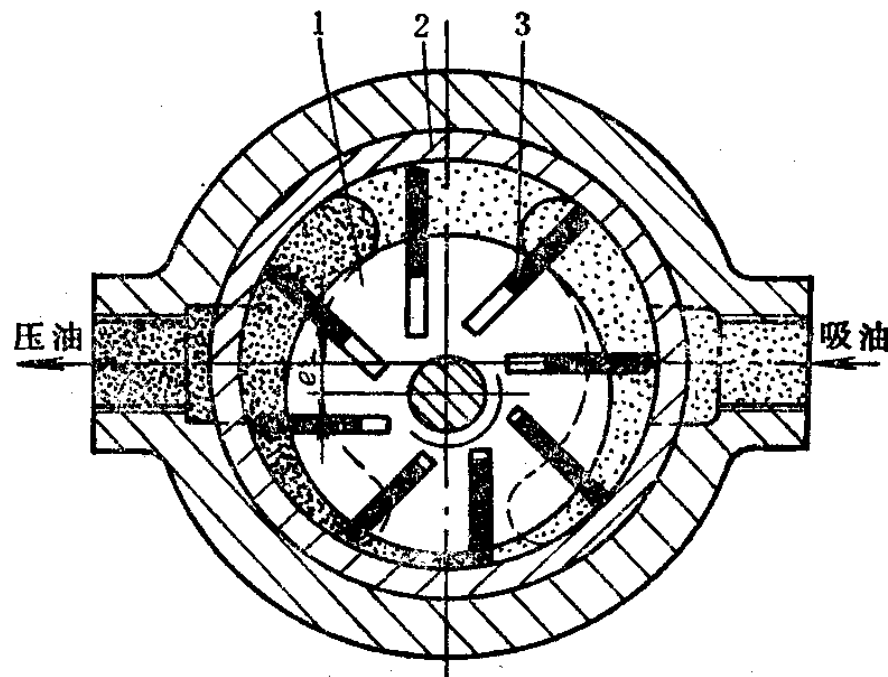

图 2—6 单作用叶片泵工作原理
- 1) 单作用叶片泵，其工作原理如图 2—6 所示，单作用叶片泵由转子 1、定子 2、叶片 3 和端盖等组成。定子具有圆柱形内表面，定子和转子的间有偏心距 e ，叶片装在转子槽中，并可在槽内滑动，当转子回转时，由于离心力的作用，使叶片紧靠在定子内壁。
其工作原理如图 2—6 所示，单作用叶片泵由转子 1、定子 2、叶片 3 和端盖等组成。定子具有圆柱形内表面，定子和转子的间有偏心距 e ，叶片装在转子槽中，并可在槽内滑动，当转子回转时，由于离心力的作用，使叶片紧靠在定子内壁。